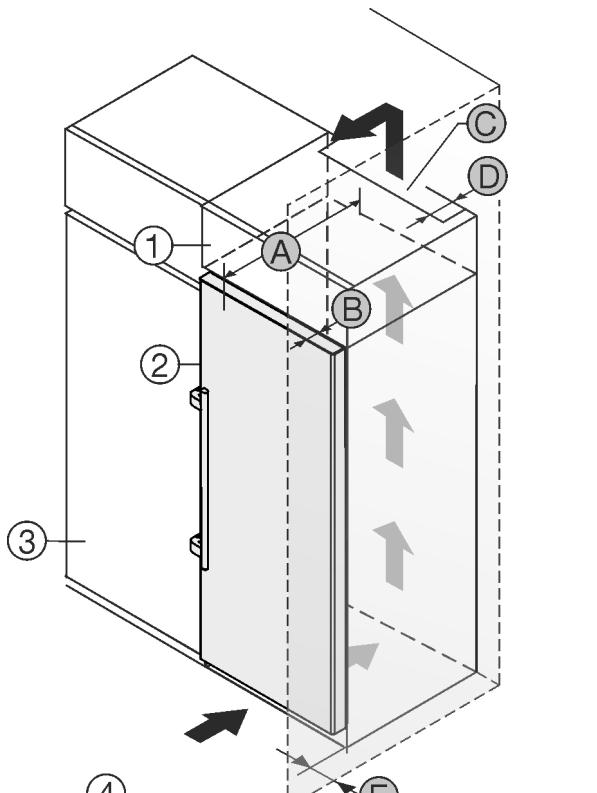

Fig. 2
Пристрій встановити безпосередньо поряд із кухонною шафою Fig. 2 (3).*
Зі зворотного боку шафи для встановлення на пристрой слід передбачити вентиляційну шафу завглишки Fig. 2 (D) на всю ширину цієї шафи.*
Слід дотримуватись вентиляційного отвору Fig. 2 (C) в стелі приміщення.*
Якщо пристрій із шарнірами встановлюється поряд зі стінкою Fig. 2 (4), відстань між пристроєм та стінкою повинна бути не менше 57 мм. Це відповідає необхідній відстані для ручки після відкривання дверцят.*
Щоб мати можливість повністю відкривати дверцята, потрібно, щоб пристрій стояв на відстані глибина дверей Fig. 2 (B) відносно передньої панелі кухонної шафи. Залежно від глибини кухонних шаф Fig. 2 (3) та використання пристінних розпірок пристрій може ще більше видаватися вперед.*